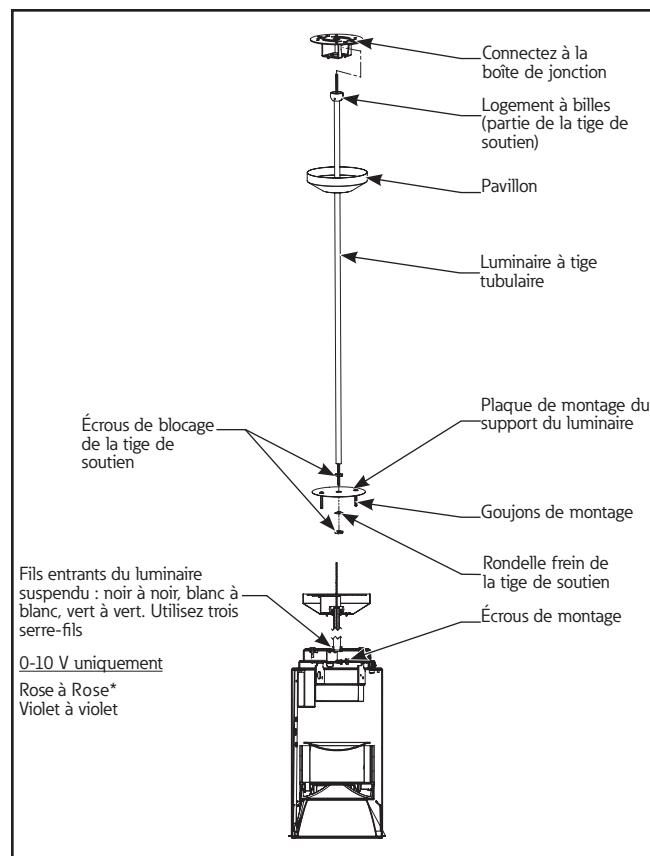

Figure 1.
5. Installez la plaque de montage du support du luminaire sur le support de montage du cylindre à l'aide des deux goujons de montage et des écrous. (Figure 1.)
8. Glissez l'extrémité à bille de la tige et l'assemblage du luminaire dans le support à pivot puis épissez les fils du bloc d'alimentation (Figure 1.). (Consultez la fiche d'instructions).
9. Glissez le pavillon par-dessus le support à pivot et fixez-le en le tordant pour enclencher les oreilles sur ce dernier. (Figure 1.)
10. Installez les modules et la garniture selon les instructions fournies avec le boîtier. (Figure 1.)